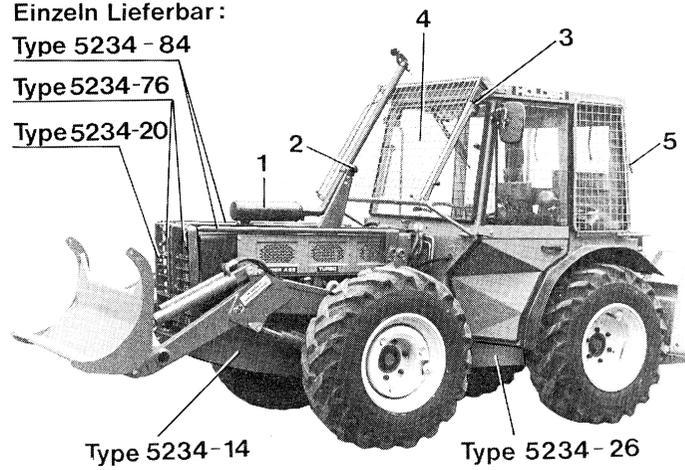

Abb. 51
Einzel lieferbar (Abb. 51)
1. Auspuffhalterung am Handrad (2 Abb. 51) lösen und Auspuff zur Seite schwenken.
2. Schutzgitter (4 Abb. 51) über den Handhebel (3 Abb. 51) nach oben klappen und Schutzgitter auf dem Dach auflegen. (Siehe Abb. 53).
3. Handhebel (2 Abb. 53) in Halterung (5 Abb. 51) einrasten.
4. Auspuff wieder in Ausgangsposition bringen und durchs Handrad (2 Abb. 51) sichern.